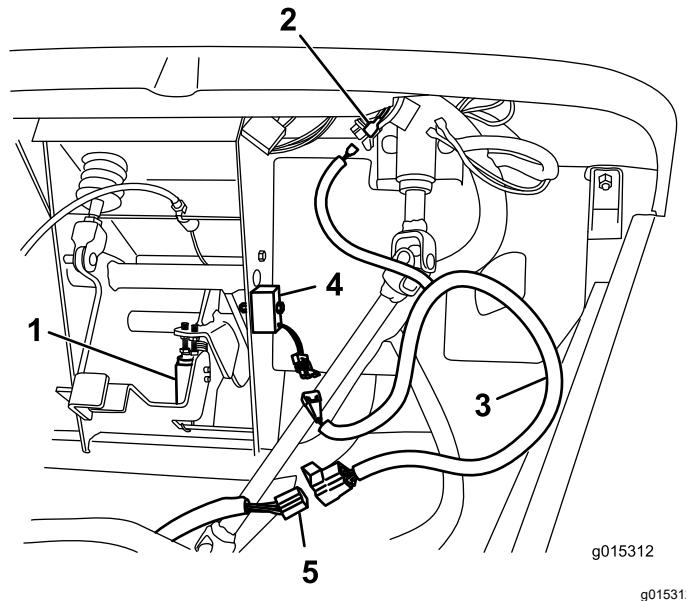

Figura 1
1. Fissate il modulo di avviamento a chiave al telaio del gruppo pedale con un bullone (1/4 x 1-3/8 poll.) e un dado flangiato (1/4 poll.) come illustrato nella Figura 1.
2. Scollegate il connettore del cablaggio preassemblato preesistente dall'interruttore a pedale (Figura 1).
3. Individuate il cablaggio di avviamento chiave anteriore nelle parti sciolte (Figura 1).
4. Collegate il cablaggio di avviamento a chiave anteriore al relativo modulo con il connettore corrispondente e unite l'estremità opposta al connettore di cablaggio preassemblato preesistente (Figura 1).
5. Individuate il conduttore isolato sull'avviamento a chiave (Key Start) indicato nel cablaggio esistente (Figura 1).
6. Collegate il conduttore isolato di avviamento a chiave sul cablaggio di avviamento a chiave anteriore al conduttore isolato indicato sul veicolo (Figura 1).